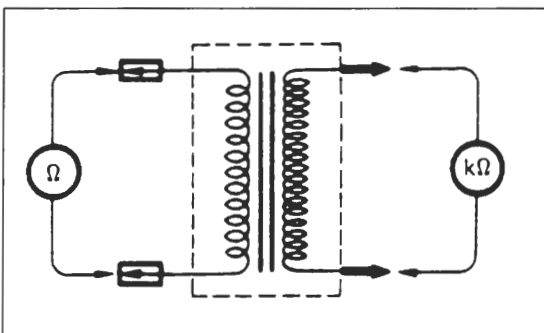

Bild 117
-  Zündspule braucht zur Widerstandsmessung nicht ausgebaut zu werden. Widerstand der Primärwicklung zwischen Steckkontakten der Zündspule messen (Bild 117); Sollwert: 2 – 4 Ω .